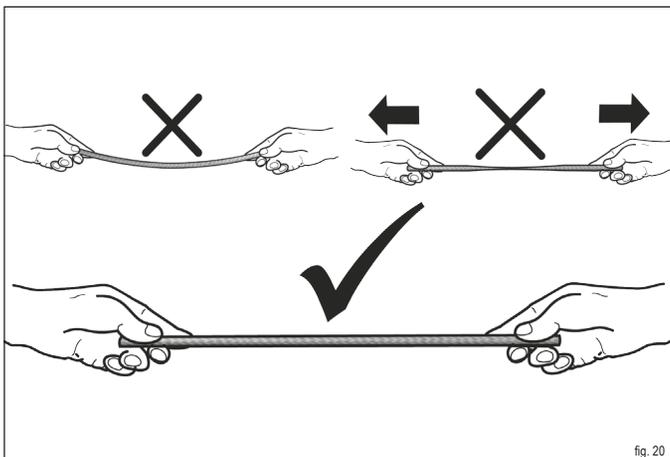

fig. 20
- ▶ Mentre si posa la guarnizione assicurarsi che non penzoli, né sia pressata leggermente (fig. 20).